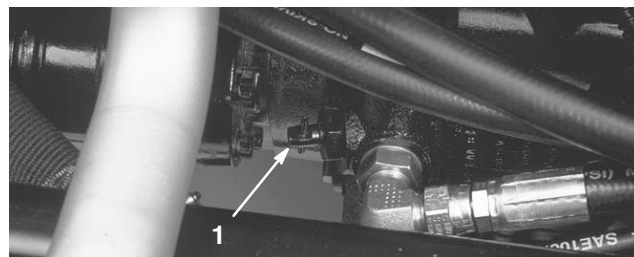

Figure 26
1. Trouvez la vanne de dérivation sur la pompe (Fig. 26) et tournez-la de 90°.